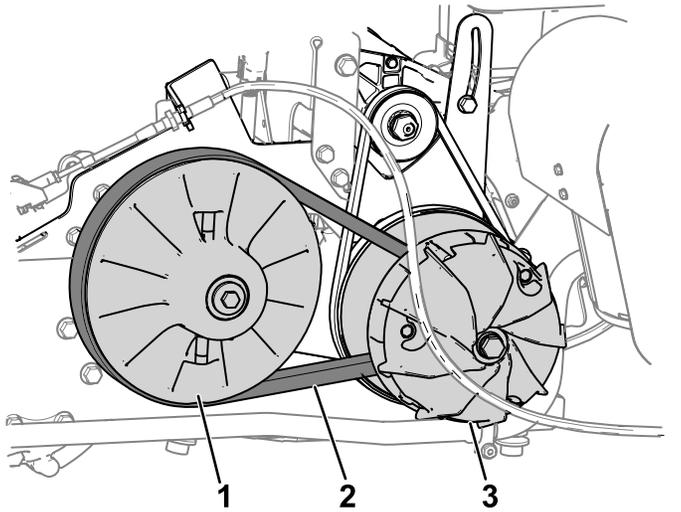

図 56
2. 2次クラッチを回しながら2次クラッチ部分でベルトを外す 図 56。
3. 1次クラッチからベルトを外す (図 56)。